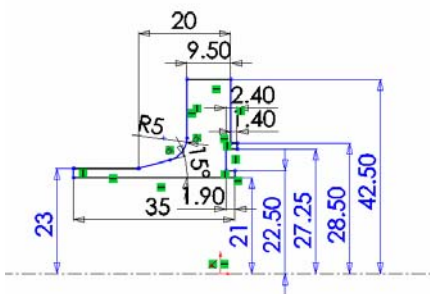

图 4-53 旋转草图
- ❶ 绘制草图。在设计树中选择前视基准面，单击草图绘制按钮，新建一张草图。
- ❷ 标注尺寸。使用草图绘制工具创建草图，并标注尺寸如图 4-53 所示。